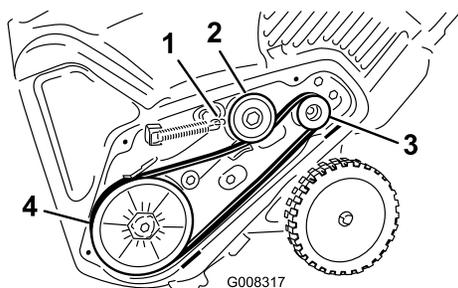

Figure 30
5. Montez et acheminez la nouvelle courroie comme indiqué à la Figure 30.
- Raccrochez le ressort de frein au bras de la poulie de tension (Figure 30).